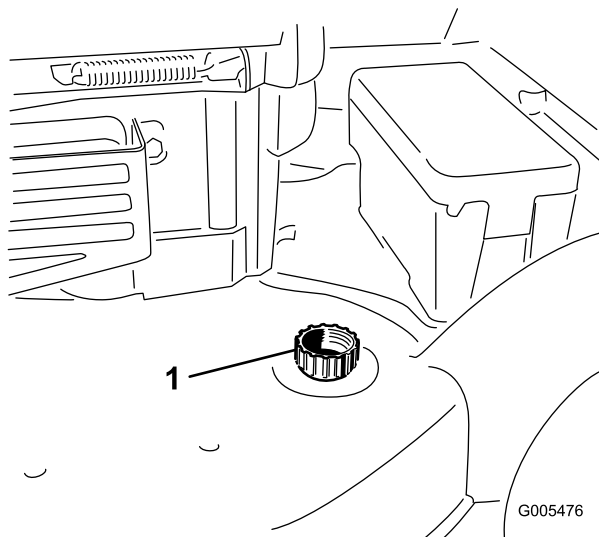

Bild 51
3. Befestigen Sie einen Gartenschlauch, der an einen Wasserhahn angeschlossen ist, am Wasseranschluss am Rasenmähergehäuse (Bild 51).